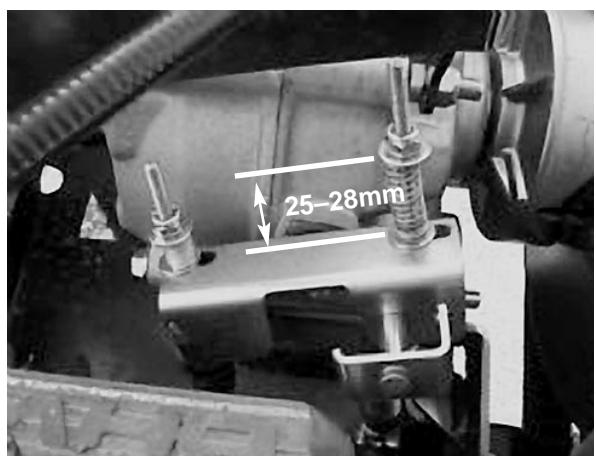

Figure 3
1. Sélectionnez la marche avant (FORWARD). Réglez la hauteur du ressort non-comprimé entre 25 et 28 mm (Fig. 3).